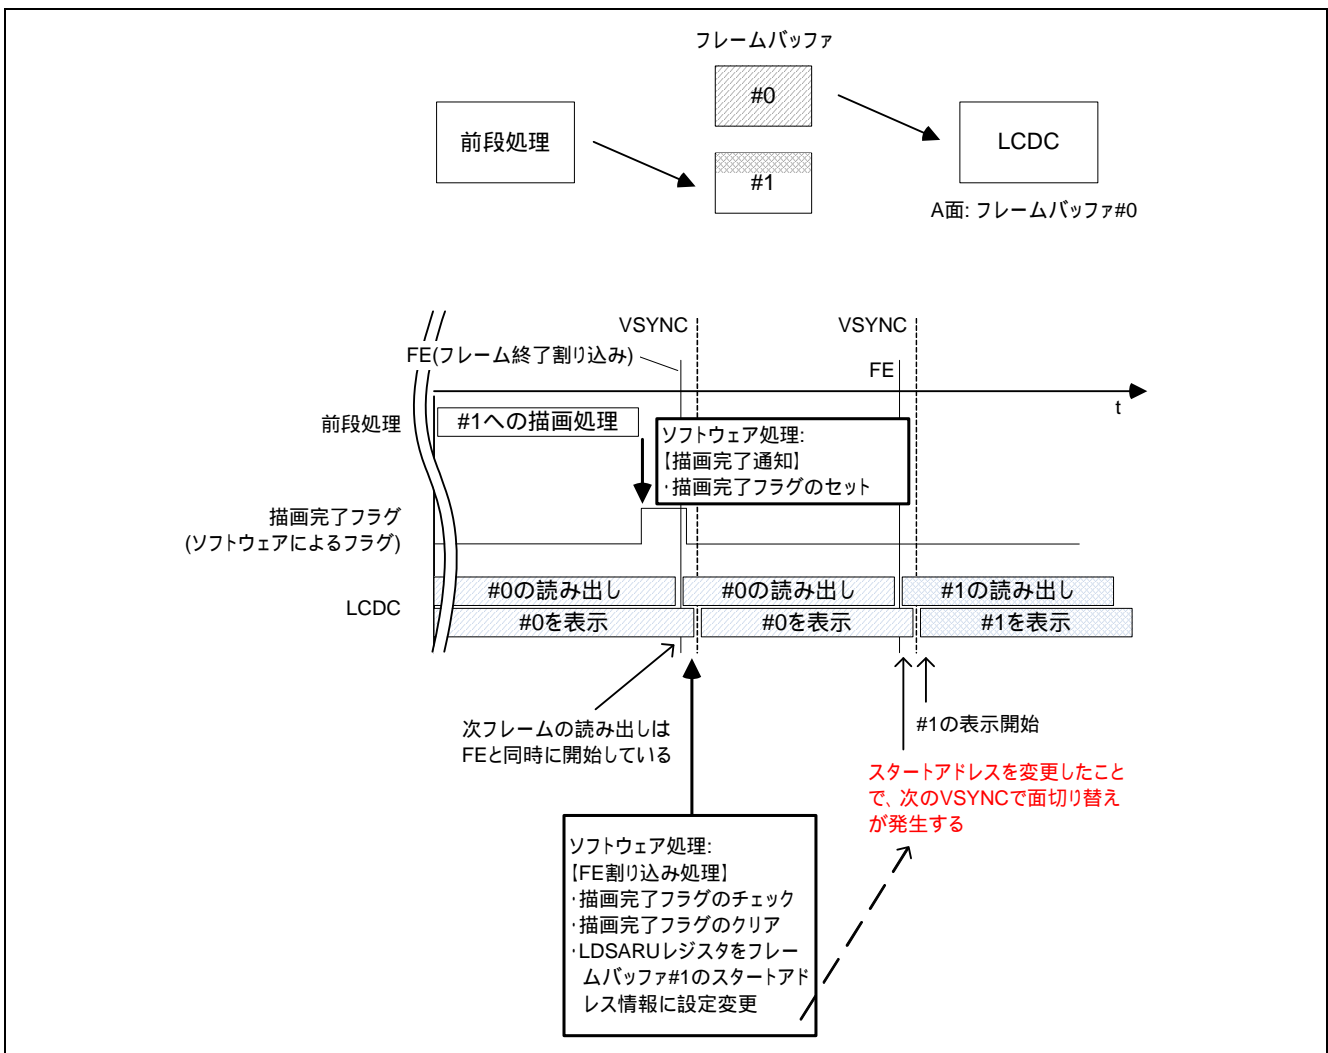

図 10 ソフトウェア切り替えの発生タイミング
- ソフトウェア切り替えのタイミングチャートを図 10 に示します。ここでは前段処理との同期を取るために、ソフトウェアによるフラグでの運用例を示しています。